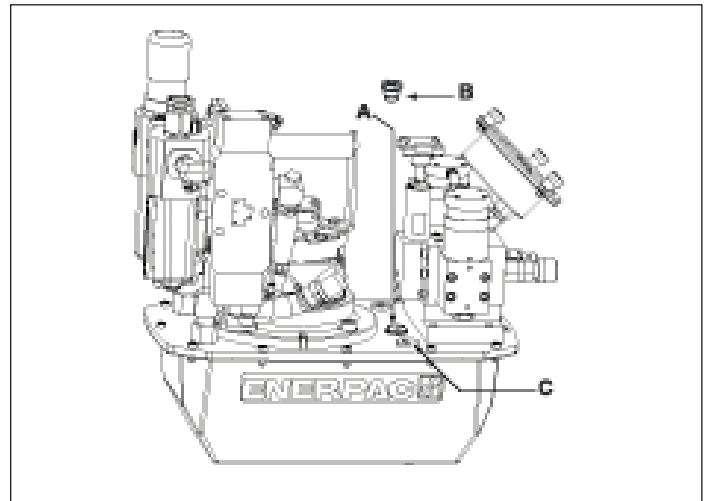
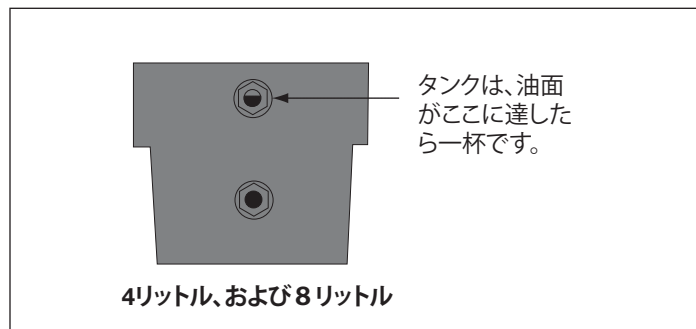

図2、ZA4Tブリーザの取り付け
図 4
4.1 タンクのブリーザキャップ (図2を参照)
始動前にオイルレベルを確認し、必要であればカバープレートからSAE #10プラグを外してオイルを追加します(図2参照)。オイルレベルがガラスボルトの覗き穴の一番上に達したら一杯です。(図4)
6. オイルタンクに新しいEnerpac油圧油を注入します。タンクは、オイルレベルが覗き穴の中央に達したら一杯です(図4参照)